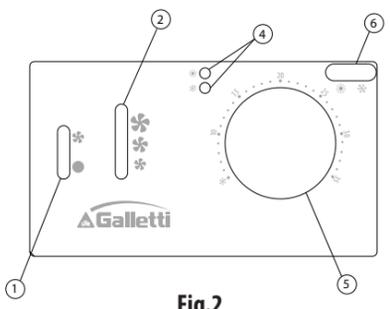

Fig.2
**EYTED4T (Fig.2):** regulador electrónico para ventilosconvectores con intercambiador doble (sistema de 4 tubos), ventilador con motor asincrónico de tres velocidades, válvulas ON/OFF, conmutación VERANO/INVIERNO manual o automática (en función de la temperatura del aire), posibilidad de lectura de la temperatura del agua para la autorización de funcionamiento de la ventilación.